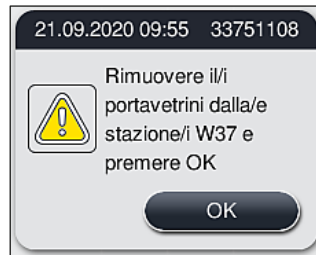

Fig. 128
4. Per ogni portavetrini da rimuovere viene mostrato un corrispondente messaggio sul display (→ "Fig. 128"). Aprire la calotta e rimuovere il portavetrini dalla stazione indicata nel messaggio. Confermare la rimozione con **OK**. Continuare fino a quando tutti i portavetrini interessati non sono stati rimossi.